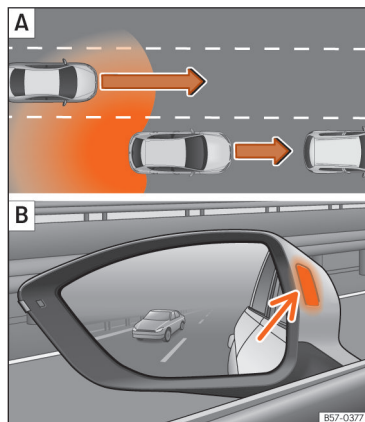

Abb. 129 Schematische Darstellung: **A** Überholen mit Verkehr im hinteren Bereich. **B** Anzeige des Spurwechselassistenten links.
In folgenden Situationen wird die Anzeige in der Kontrollleuchte **>>>** **(Abb. 129)** **B** (Pfeil) oder **>>>** **(Abb. 130)** **B** (Pfeil) dargestellt:
- Bei einer Überholung durch ein anderes Fahrzeug **>>>** **(Abb. 129)** **A**.